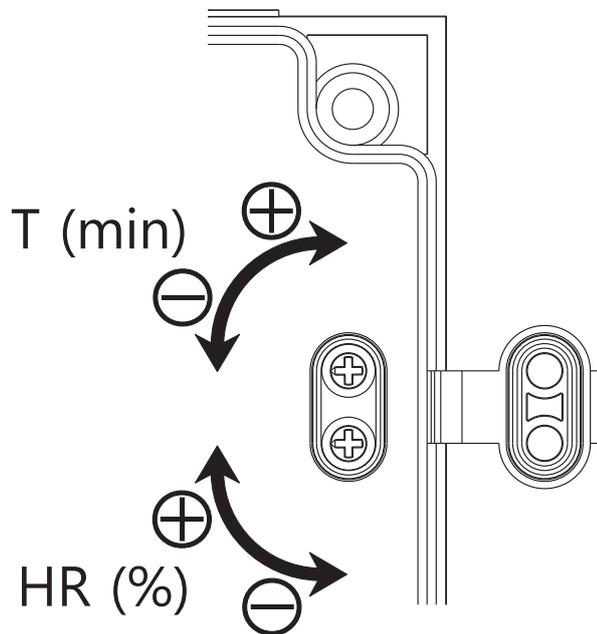

Fig.10
Die Einstellung des Feuchtigkeitswerts erfolgt über das Potentiometer “%HR”, das nach Abbau des Schutzgitters (1) am Gehäuse zu sehen ist. (Abb. 10). Zur Reduzierung der zulässigen Soll-Feuchtigkeit ist im entgegengesetzten Uhrzeigersinn zu drehen (min.: 60%) Zur Erhöhung der Soll Feuchtigkeit ist das Potentiometer im Uhrzeigersinn zu drehen (max.: 90%).
Zur Einstellung der Zeitsteuerung drehen Sie das Potentiometer “ t min.” (Abb. 10). Zur Reduzierung der gesteuerten Zeitdauer ist im entgegengesetzten Uhrzeigersinn zu drehen. (min. = 2 Minuten). Zur Erhöhung der gesteuerten Zeitdauer ist das Potentiometer im Uhrzeigersinn zu drehen (max. = 20 Minuten).